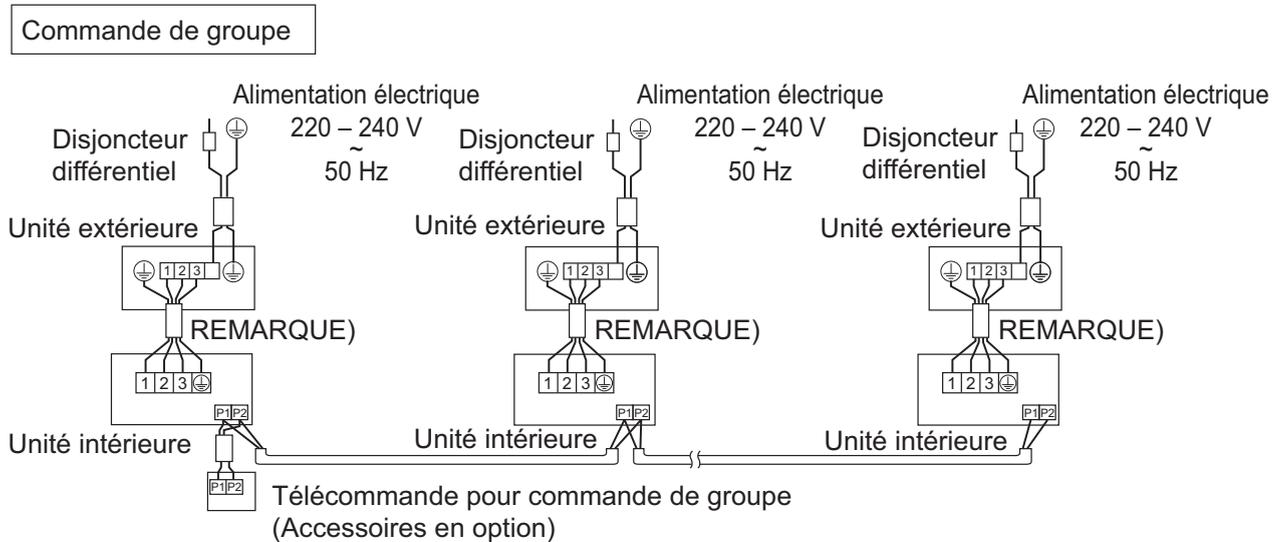

Fig. 42
- **Commande de groupe** : 1 télécommande commande jusqu'à 16 unités intérieures (Toutes les unités intérieures fonctionnent depuis la télécommande). **(Reportez-vous à la Fig. 42)**
- (1) Retirez le couvercle de la boîte de commande.
- (2) Branchez les câbles de croisement entre les bornes (P1, P2) du boîtier de commande pour la télécommande. (Il n'y a pas de polarité.) **(Reportez-vous à la Fig. 42 et au Tableau 2)**